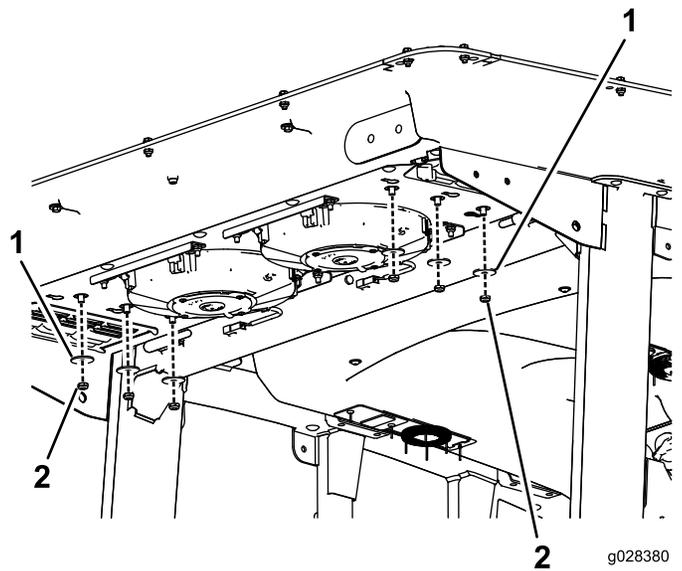

Figura 87
- 2. Togliete 6 dadi e rondelle dal fondo della parte posteriore della cabina (Figura 87).